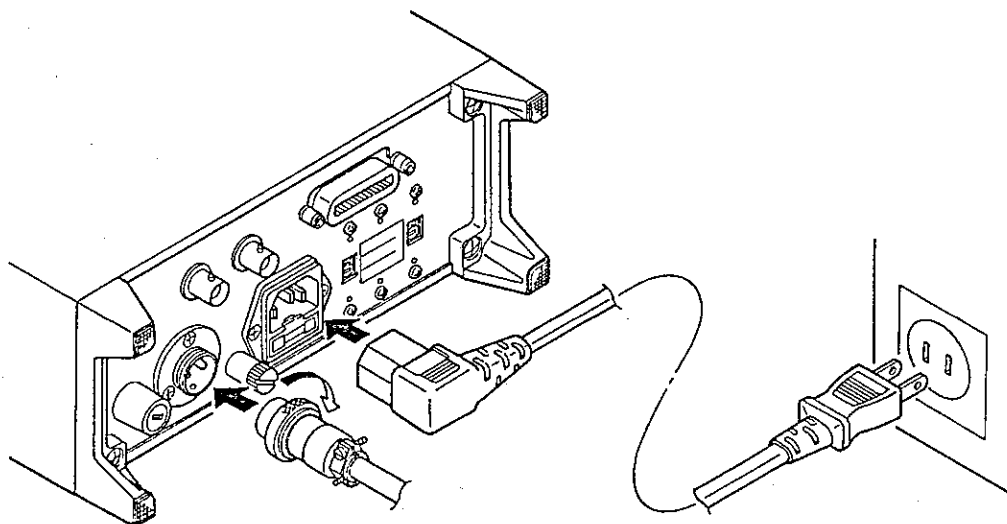

図 1.5 電源への接続
- ① 設置場所がきまりましたら、図 1.5 に示すように、付属の電源コードを本器リアパネルの AC 電源コネクタに接続します。
- ② 本器の電源スイッチ(フロントパネル)が OFF の状態にあることを確認した後、電源コードの差し込みプラグを最寄りの電源コンセントに接続します。この際電源電圧を間違えると本器破損の原因となります。必ず、電源電圧切換スイッチの横に印刷された電圧範囲内の電源をご使用ください。
DC 電源をご使用の際は、付属の DC 電源用コネクタプラグを用いて、図 1.5 に示すように、本器リアパネルの DC 電源コネクタに接続します (2.2 項参照)。